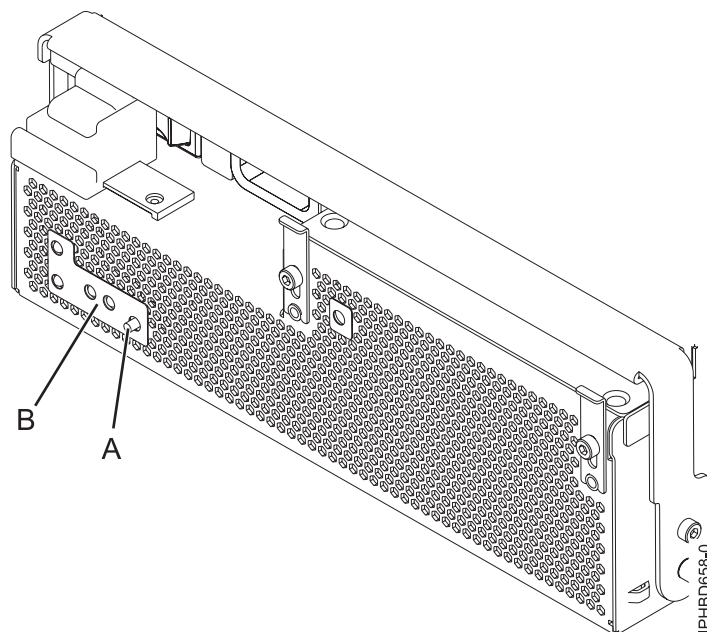
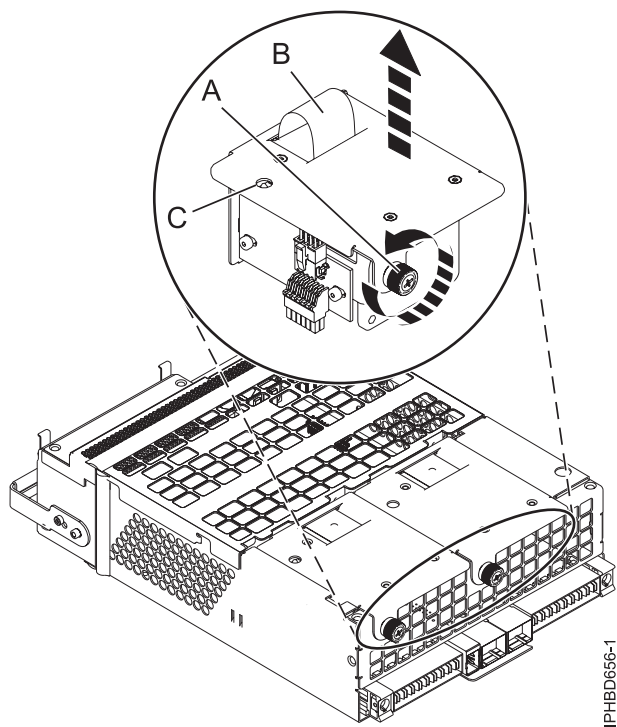

Figure 8. Bouton d'identification du ventilateur et voyant d'incident ventilateur
Figure 9. Retrait du ventilateur d'un bloc d'alimentation
Remarque : Si un ventilateur est défaillant, le voyant orange d'incident ventilateur à l'avant du bloc convertisseur autonome (OCA, Offline Converter Assembly) (**B**), illustré à la figure 8, à la page 12, est allumé de manière fixe.
- a. Identifiez le ventilateur défaillant en appuyant sur le bouton d'identification du ventilateur (**A**) comme illustré à la figure 8. Un voyant d'incident ventilateur orange (**C**) allumé de manière fixe à droite ou à gauche, comme illustré à la figure 9, indique un ventilateur défaillant.
- b. Dévissez la vis moletée (**A**) qui fixe le ventilateur au bloc d'alimentation, comme illustré à la figure 9.
- c. Utilisez la poignée du ventilateur encastré (B) pour extraire le ventilateur du bloc d'alimentation comme illustré à la figure 9, à la page 12.